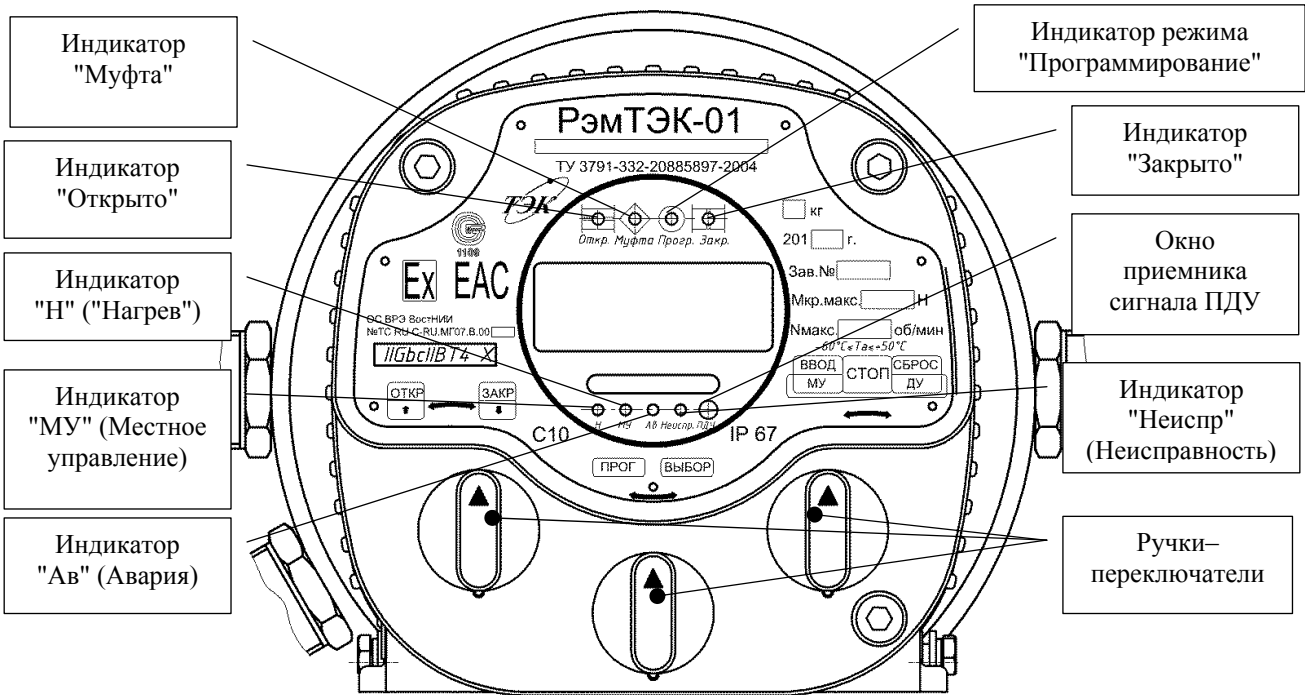

Рисунок 2 – Внешний вид ПМУ
1.5.2.4 На ПМУ ПБЭ-7М1 размещены органы индикации и управления (см. рисунок 2).